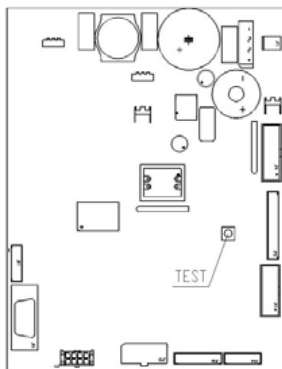

FIG. 3
- Se compare sul display la scritta "MEMORY CLEARED" premere il pulsante situato sulla scheda principale all'interno box gettoniera (vedi FIG. 3) per inizializzare la memoria. Sul display appare il messaggio "PORTA APERTA DISTRIBUTORE IN MANUTENZIONE". Il distributore automatico, inizierà automaticamente un autotest. Se non viene identificato alcun errore la colonna si sposterà in posizione di inizio e la macchina sarà pronta all'uso.
All' accensione del distributore sul display compare la scritta 'INIT' seguita dalla scritta 'memory cleared' se la memoria non contiene dati oppure quelli contenuti non sono attendibili. La stessa condizione si raggiunge quando viene eseguito il comando 'cancella memoria' oppure qualora la memoria dovesse guastarsi. Premendo il pulsante test fig.3 situato sulla scheda principale all'interno del box gettoniera la memoria verrà automaticamente ripristinata con i valori predefiniti descritti nella sezione istruzioni.
E' possibile eseguire anche una prova di funzionalità del distributore, a questo scopo bisogna accendere il distributore e premere il pulsante test (fig.3) situato sulla scheda principale, la macchina entrerà in modalità vendita libera e sul display comparirà il messaggio '**Vendita libera**' se tutto OK, altrimenti verrà visualizzata la selezione: fuori servizio. Per ripristinare la selezione è sufficiente ripremere il rispettivo pulsante. Se il problema dovesse persistere apparirà il messaggio indicante il tipo di anomalia. A questo punto è possibile provare il ciclo di vendita della macchina per ciascuna selezione mentre sul display compariranno dei messaggi relativi alle eventuali anomalie che dovessero verificarsi durante la prova. Per rientrare in modo di funzionamento normale basta premere nuovamente il pulsante test fig.3 situato sulla scheda principale.